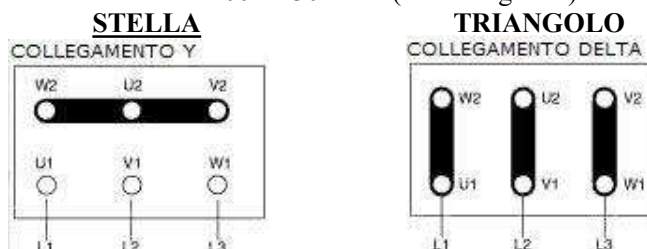

Figura 1
Le connessioni elettriche devono sempre essere eseguite da un elettricista esperto qualificato. I motori forniti devono essere alimentati con tensioni trifasi o se richiesto dal cliente, monofase. Il tipo di connessione nei motori trifasi può essere a stella (Y) o a triangolo (Δ) in accordo alla linea di alimentazione 400 o 230 VAC (vedere figura 1).